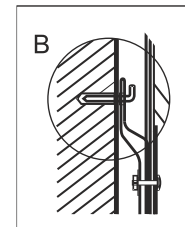

Рис. 3
1. После того как вы выбрали правильное место установки водонагревателя, определите точки для отверстий под анкерные болты с крючками. Расстояние между распорными болтами должно быть 200 мм. Просверлите в стене 2 отверстия соответствующей глубины с использованием сверла, подходящего по размеру под анкерные болты, прилагаемые к водонагревателю, вставьте болты и поворачивая крюк вверх, плотно затяните гайки, затем повесьте электрический водонагреватель на крюки (рис.3).